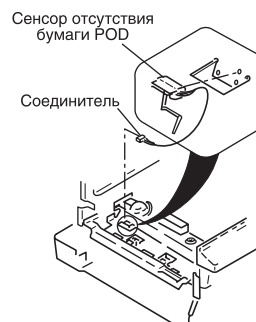

Рис. 24. Снятие сенсора отсутствия бумаги
6. Снимите соединитель и снимите POD (рис. 24).